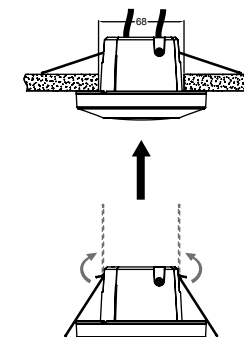

FIG. 10
4. Plaats vervolgens de sensor in het geboorde gat in het plafond (FIG. 10).